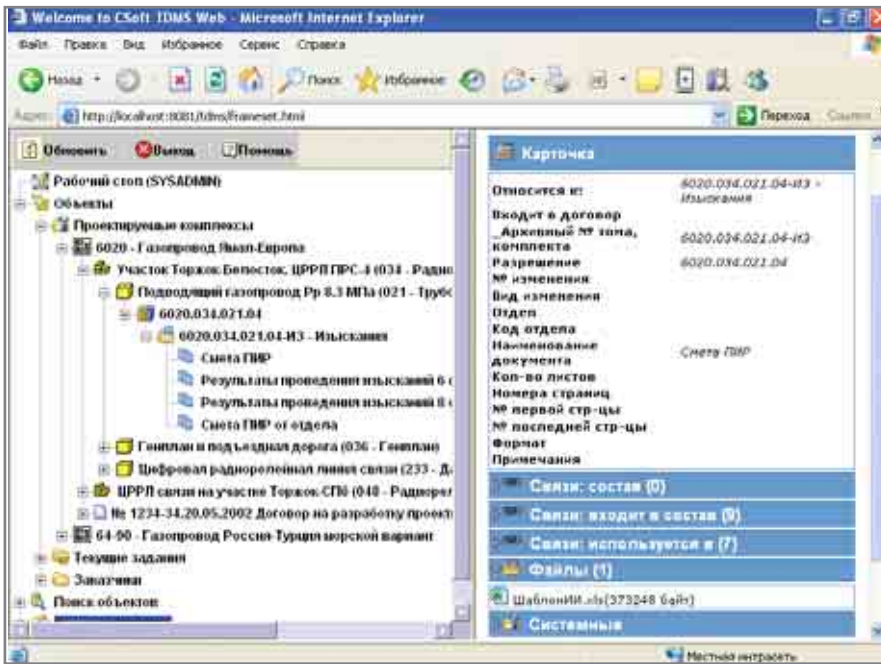

Рис. 2. Доступ с PC к базе данных системы электронного архива и документооборота через web-интерфейс
- после соответствующей идентификации пользователя (рис. 2) доступ осуществляется через web-интерфейс с любой машины сети;